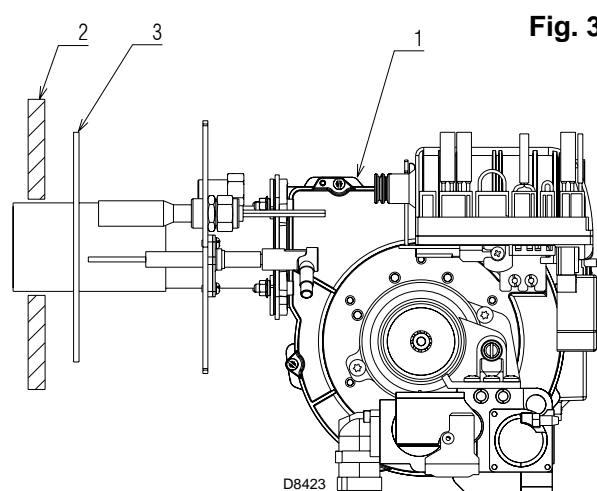

Fig. 3
3.2 FIXATION AU GÉNÉRATEUR, (voir fig. 3)